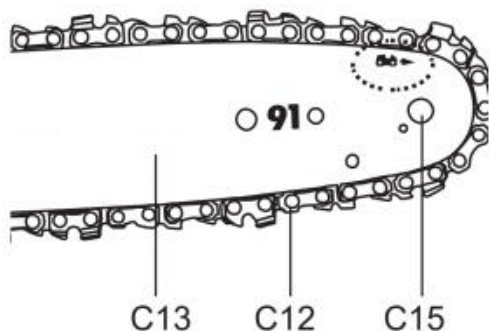

Fig. 11
7) Ruch łańcucha piły jest zgodny ze wskazaniem strzałki (rys. 11). Upewnij się, że łańcuch piły (C12) jest prawidłowo założony na koło zębate (C15) prowadnicy (C13). (Rys. 11)